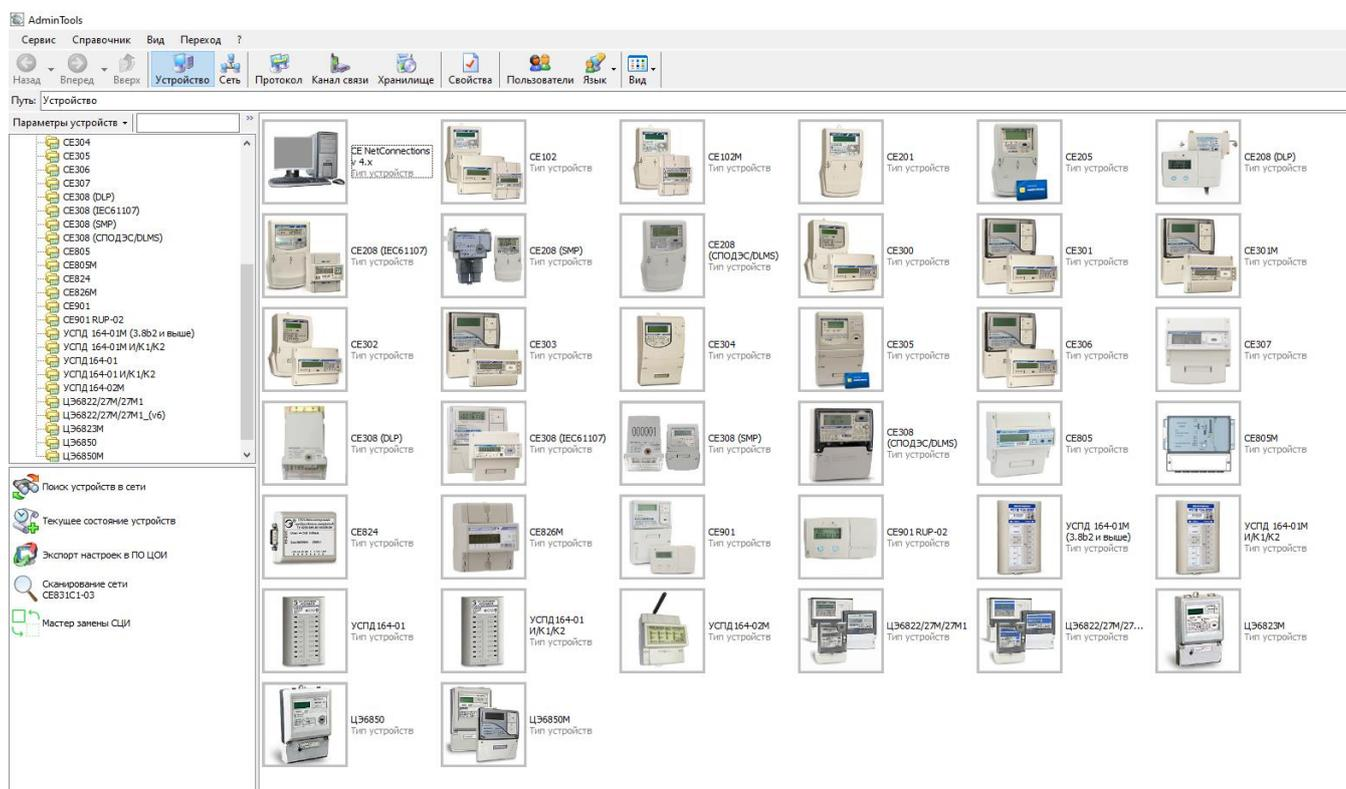

Рисунок 35 - Вид окна программы для выбора типа счётчика
5.3.4.3 В зависимости от типа протокола, выбранного в счетчике²⁶, необходимо выбрать тип устройства: «CE308 (IEC61107)» для CE308, «CE208 (IEC61107)» для CE208 (в дальнейшем CE x 08 (IEC61107)), или «CE208 (СПОДЭС/DLMS)» для CE208 и «CE308 (СПОДЭС/DLMS)» для CE308 (в дальнейшем CE x 08 (СПОДЭС/DLMS))» (см. рисунок 35).